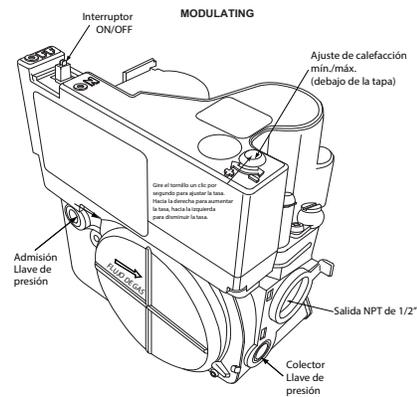

Fig. 64 – Válvula de gas sin puertos de presión de torre
9. Para ajustar la presión de calor máximo del colector, gire lentamente el tornillo de ajuste en sentido contrario a las agujas del reloj para disminuir la presión del colector, o hacia el otro lado para aumentarla. Realice ajustes de no más de un clic por segundo hasta obtener la presión necesaria del colector; consulte la Fig. 64.
4. Para ajustar la presión del colector a calor mínimo, gire lentamente el tornillo de ajuste en el sentido contrario a las agujas del reloj para disminuir la presión del colector o hacia el lado contrario para aumentarla. Realice ajustes de no más de un clic por segundo hasta obtener la presión necesaria del colector; consulte la Fig. 64.